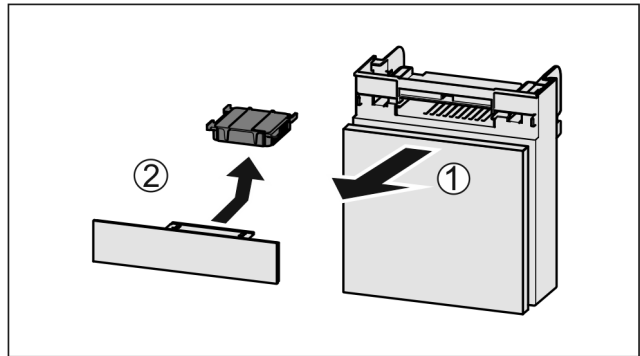

Fig. 151
- Fach nach vorne herausziehen Fig. 151 (1).
- Aktivkohlefilter entnehmen Fig. 151 (2).